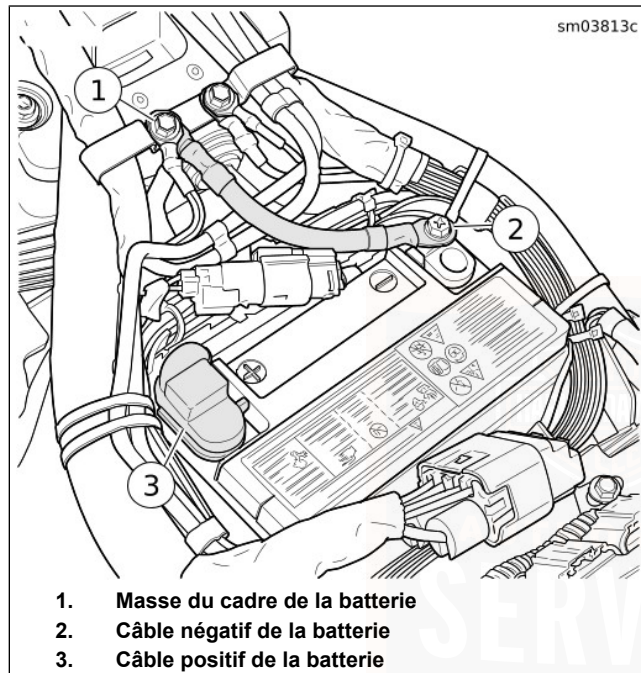

Figure 51. Connexions de la batterie
3. Voir Figure 51. Desserrer le boulon et retirer le câble négatif (noir) de la batterie de la borne négative (-) de la batterie.